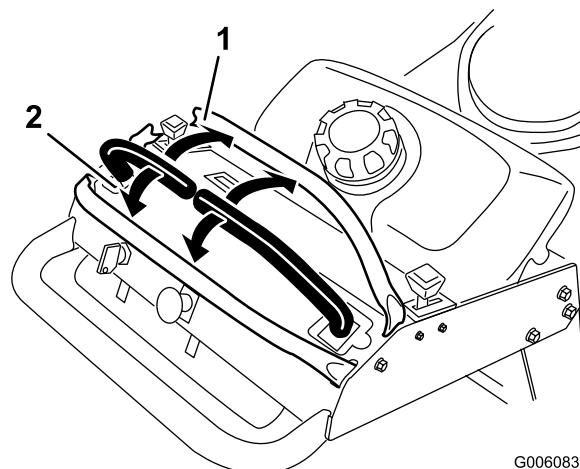

Bild 9
Wenden Sie zum Geradeausfahren auf beide Fahrtriabshebel denselben Druck an (Bild 9).
Bewegen Sie zum Wenden den Fahrtriabshebel in Richtung Neutral, in dessen Richtung Sie wenden möchten (Bild 9).
3. Schieben Sie für das Vorwärtsfahren die Fahrtriabshebel langsam vorwärts (Bild 9).
2. Ziehen Sie zum Rückwärtsfahren die Fahrtriabshebel langsam nach hinten (Bild 9).
Verringern Sie zum Wenden den Druck auf den Fahrtriabshebel an der Seite, in deren Richtung Sie wenden möchten (Bild 9).